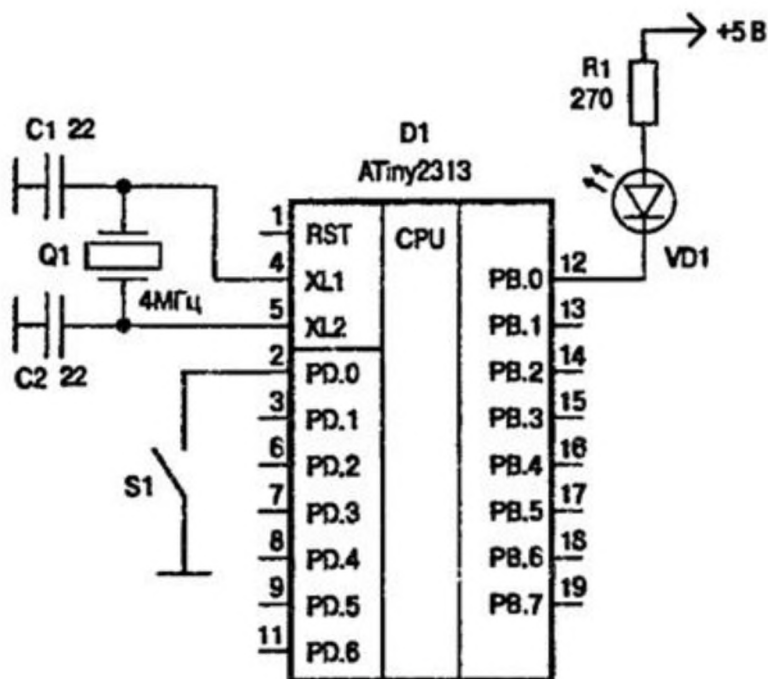

Рис. 1.1.
62. Дана схема подключения светодиода (см. рис. 1.1.. Укажите сопротивление токоограничительного резистора, включаемого последовательно со светодиодом (ножка,